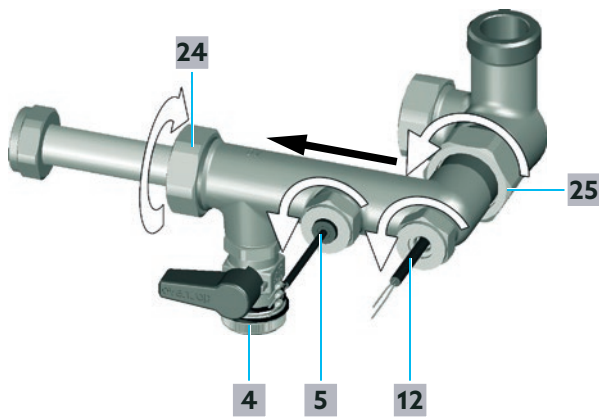

Abb. 34: Messturbine reinigen
- 7** Lösen Sie die Überwurfmutter des Volumenstromsensors (Position **5** in Abb. 34 auf Seite 53) mit einem Maulschlüssel SW 24.
- 8** Lösen Sie die Überwurfmutter des Temperatursensors Trinkwasser kalt/Zirkulation (Position **12** in Abb. 34 auf Seite 53).
- 9** Ziehen Sie den Volumenstromsensor (Position **5** in Abb. 34 auf Seite 53) und den Temperatursensor Trinkwasser kalt/Zirkulation (Position **12** in Abb. 34 auf Seite 53) vorsichtig aus der Armatur.
- 11** Lösen Sie die Überwurfmutter Trinkwasser-Vorlauf (Position **25** in Abb. 34 auf Seite 53) mit einem Maulschlüssel SW 38.
- 12** Lösen Sie die Überwurfmutter Wärmeübertragerseite (Position **24** in Abb. 34 auf Seite 53) mit einem Maulschlüssel SW 37.
der Position **24** in Richtung der Position **25** in Abb. 34 auf Seite 53). Hierzu eignet sich insbesondere ein Wasserschlauch mit entsprechender Spritzdüse.
- 4 Bauen Sie den Volumenstromsensor Trinkwasserkreis VTY 20 (Position 5 in Abb. 34 auf Seite 53) und den Temperatursensor Trinkwasser kalt/ Zirkulation S3 (Position 12 in Abb. 34 auf Seite 53) ein.